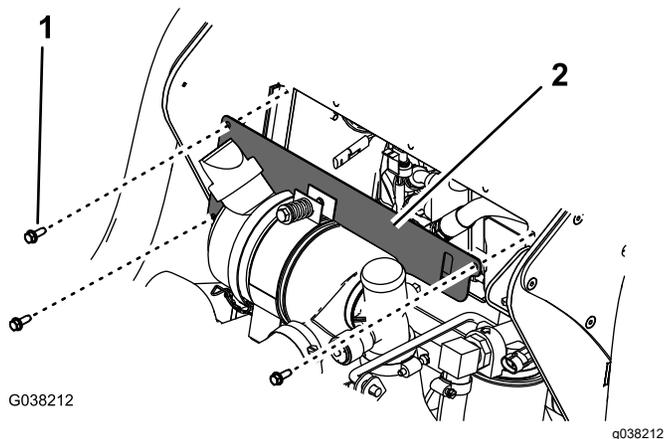

Рисунок 4
1. Отверните 3 колпачковых винта с фланцем ($\frac{1}{4} \times \frac{3}{4}$ дюйма), которые крепят переднюю часть плоской крышки к раме панели управления, и снимите плоскую крышку (Рисунок 4).